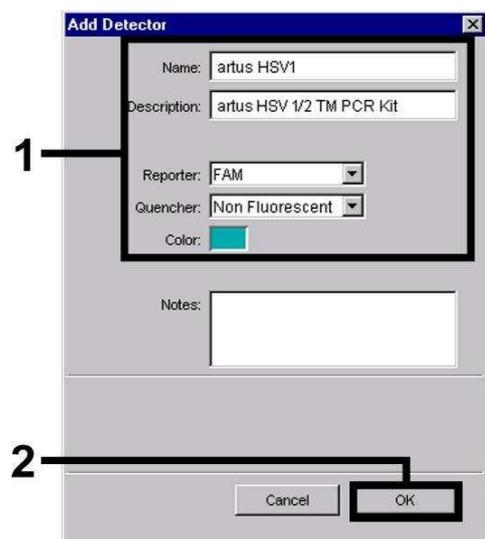
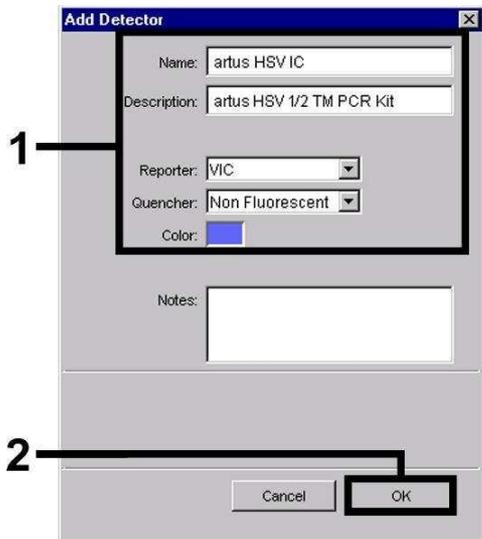
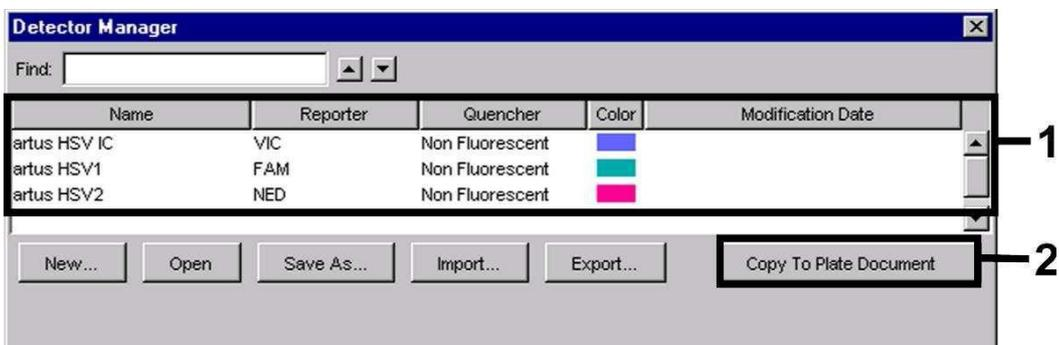

Fig. 12 : Création du détecteur spécifique à l'HSV1 (*Detector Manager*).
Fig. 14 : Création du détecteur spécifique au Contrôle interne (Detector Manager) pour HSV1/HSV2.
Fig. 15 : Sélection des détecteurs (Detector Manager).
Dans la fenêtre apparaissant à présent, choisir (conformément aux Fig. 12 - Fig. 14) la combinaison rapporteur/quencher **FAM/Non Fluorescent** ou **NED/Non Fluorescent** pour détecter l'ADN d'HSV1 ou d'HSV2 respectivement. Pour détecter le Contrôle interne, sélectionner la combinaison **VIC/Non Fluorescent**. En confirmant la saisie (OK), un retour est effectué au Detector Manager. Sélectionner les détecteurs venant d'être créés et transférer chaque sélection vers l'onglet Setup, en cliquant sur l'option Copy to Plate Document (voir Fig. 15). Fermer la fenêtre (Done).